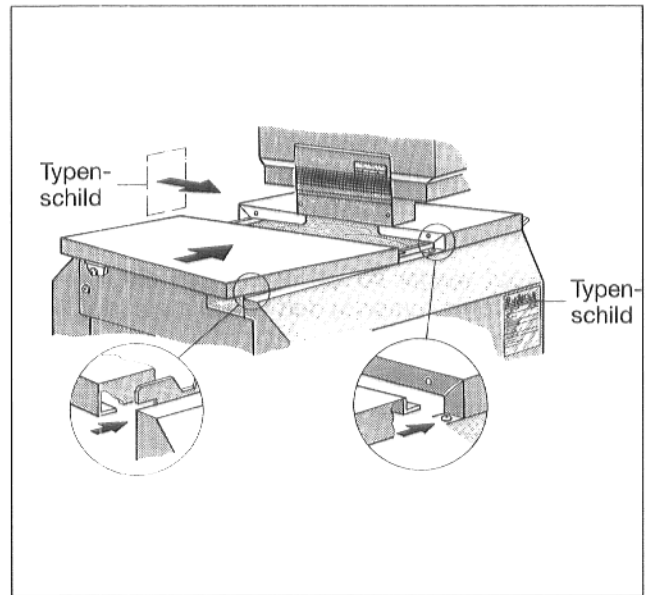

Abb. 28
- Hintere Kesselhaube oben auf die rechte und linke Seitenwand auflegen und die nach oben gebogene Abkantung unter vordere Kesselhaube schieben (Abb. 28).
- Hintere Abkantung rechts und links in die Schlitze der Seitenwand einschieben (Abb. 28).
- Zweites Typenschild je nach örtlichen Verhältnissen auf rechte oder linke Seitenwand aufkleben (Abb. 28).